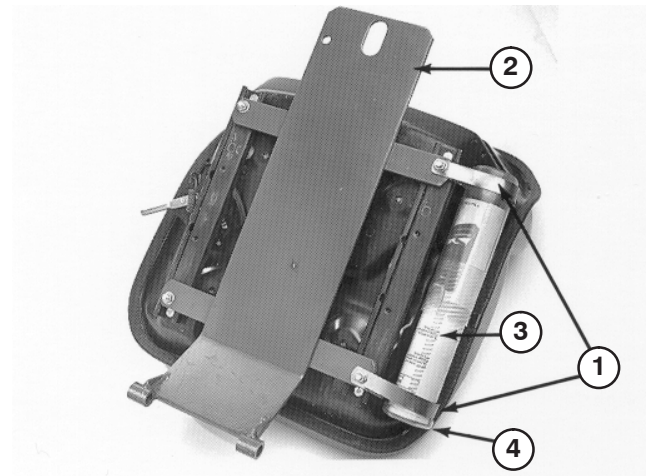

Bild 7
1. Befestigen Sie die beiden R-Schellen lose mit zwei Kopfschrauben und Flachscheiben (liegen dem Sitz bei) an der rechten Seite der Sitzunterseite (Bild 7). Setzen Sie das Rohr für die Bedienungsanleitung in die R-Schellen ein und ziehen Sie die Klemmmutter fest (Bild 7).